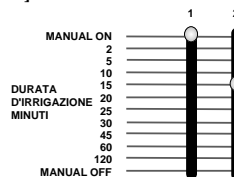

FIGURA 13: Graduador deslizante para la duración situado en Manual Off
- Desactive cualquier unidad o unidades situando el graduador deslizante correspondiente a la duración de riego de las unidades en la posición **MANUAL OFF** (manual desactivado), es decir, en el extremo inferior de la barra. [Vea la Figura 13].